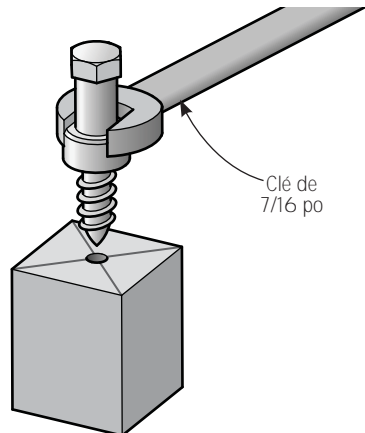

Figure 3 : Fixation du boulon-vis
4. Visser le boulon à tête hexagonale de 1/4-20 dans le mandrin, comme le montre la **figure 3**. Utiliser une clé sur le mandrin et l'autre sur le boulon et s'assurer que la tête du boulon est vissée fermement contre le mandrin. Visser le boulon-vis dans l'autre extrémité du mandrin – un serrage manuel suffit. Le boulon-vis devrait toucher l'extrémité du boulon à tête hexagonale à l'intérieur du mandrin.
6. Comme illustré à la **figure 3**, prendre la clé pour visser le boulon-vis dans l'ébauche. Après avoir retiré le mandrin, le filetage de vis mécanique du boulon-vis doit dépasser de l'ébauche d'environ 7/16 po à 1/2 po. Essuyer immédiatement l'excédent de colle sur le boulon-vis, l'ébauche de tournage et le mandrin.